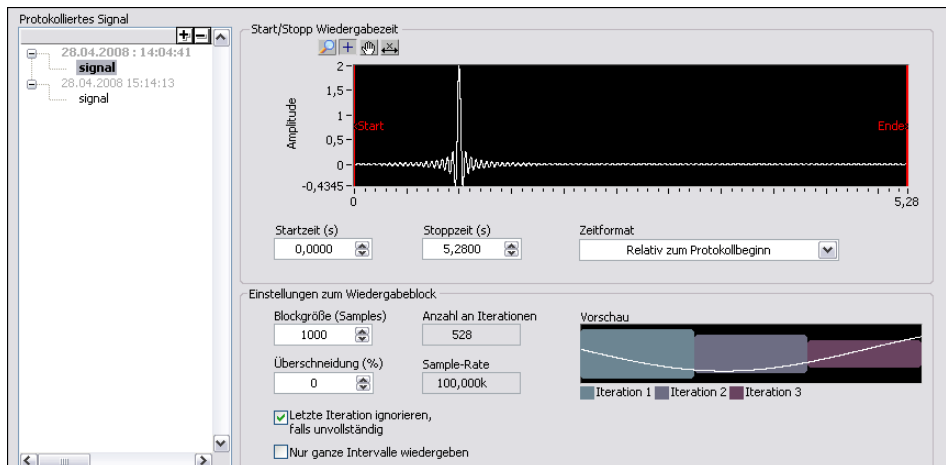

Abbildung 4-5. Ansicht “Wiedergabeoptionen”
1. Wählen Sie **Ansicht>Wiedergabeoptionen**, um zur Registerkarte **Wiedergabeoptionen** zu wechseln (vgl. Abbildung 4-5).